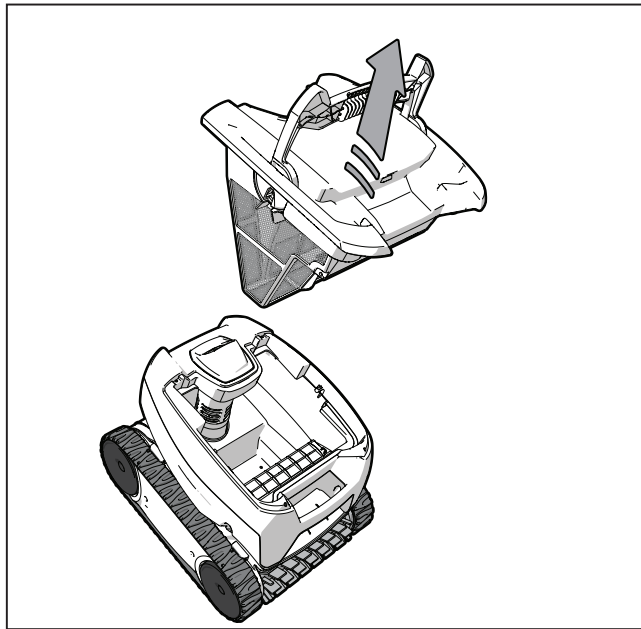

Figure 11. Retirer le boîtier du filtre
3. Saisir la poignée et la soulever pour retirer le boîtier du filtre (Figure 11).